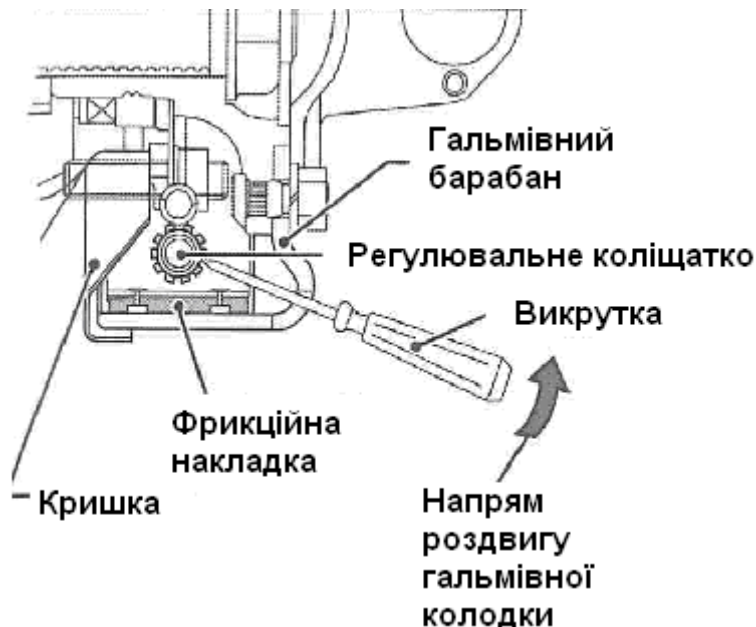

Рисунок 12.7.1.4.3 – Регулювання стоянкового гальма
7. Поверніть регульовальну гайку ходу важеля стоянкового гальма (рис. 12.7.1.4.3) до того моменту, доки кількість клацань при ході важеля буде відповідати вищевказаній нормі.